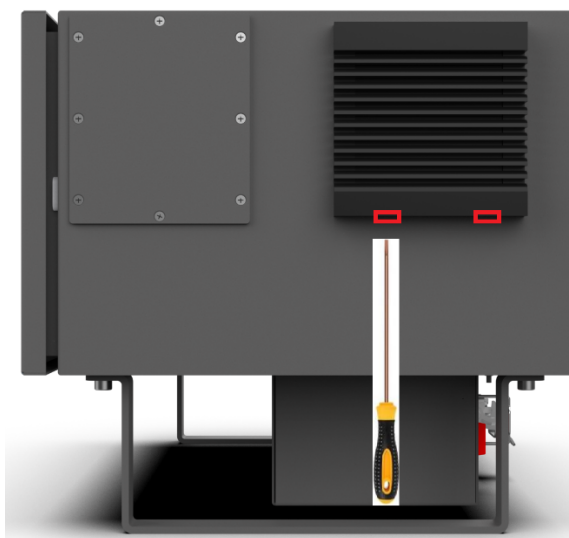

图 4 控制柜滤网清理
- 1) 如图 4 图示, 红色框位置有两个豁口, 使用小一字螺丝刀插入豁口并向外撬, 防尘盖松动后即可取下;